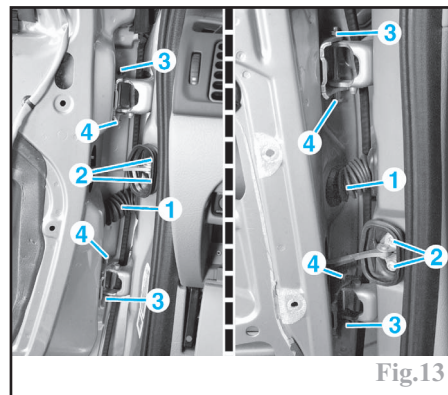

Fig.13
Dévisser et débrancher le connecteur électrique (1) (Fig.13) sur la porte.